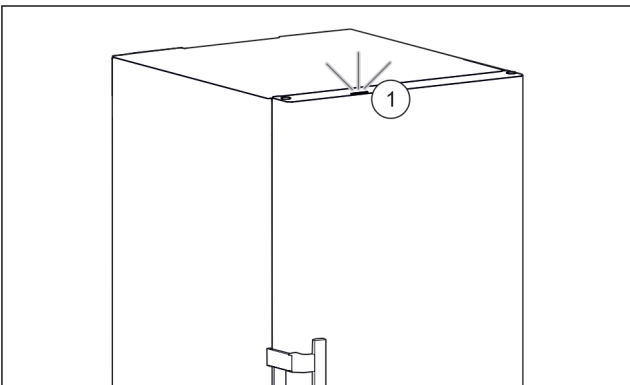

Fig. 41 Активная лампа статуса при закрытой двери
- ▷ Лампа статуса Fig. 41 (1) активирована.